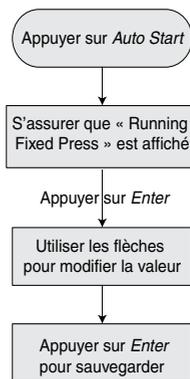

Figure 13 – Pour modifier le point de réglage en lb/po² pendant que la pompe fonctionne.
- Procéder comme il est indiqué à la Figure 13. Ce paramètre permet de modifier les points de réglage internes (*Internal SetPoint*) et externes (*External Setpoint*) en fonction de celui référencé au moment de la modification.